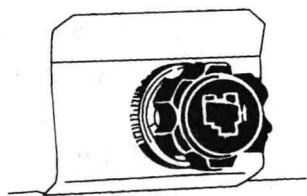

图 1-5 发动机怠速调整旋钮
⑤ 发动机怠速调整旋钮(图 1-5)。当发动机怠速运转过高、过低或不稳定时,可使用该旋钮对发动机怠速进行调整。发动机怠速应调整到 675 ~ 725 r/min 的转速范围内。